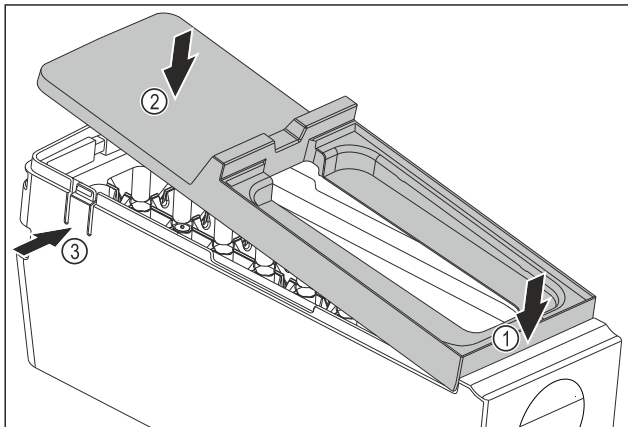

Fig. 144
- ▶ Afdekking van de EasyTwist-Ice-corpus monteren: Afdekking voor bevestigen. Fig. 144 (1)
- ▶ Afdekking achter neerlaten. Fig. 144 (2)
- ▷ Afdekking klikt hoorbaar in beide strips Fig. 144 (3) vast.